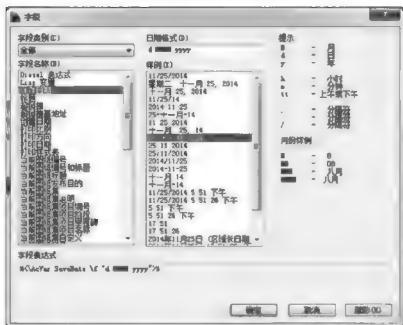

图 5-27
- ① 关闭: 主要作用是删除选中文字的项目符号和编号。
- ② 以字母标记: 主要作用是创建字母列表, 可以使用大写字母或小写字母。
- ③ 以数字标记: 主要作用是创建数字列表。
- ④ 以项目符号标记: 主要作用是创建项目符号列表。
- ⑤ 重新开始: 主要作用是重新开始新的数字(或字母)列表。
- ⑥ 继续: 主要作用是继续数字(或字母)编号。
- ⑦ 允许自动列表: 勾选此项, 如果输入“1”时开始自动数字编号; 如果输入“A”时自动开始字母编号; 如果输入破折号或星号时则自动开始项目符号编号。
- ⑧ 仅使用制表符分隔: 勾选此项, 当用户在一段文字后使用制表位而非空格时才创建列表。此功能是默认为勾选。
- ⑨ 允许项目符号和列表: 勾选此项, 对列表中的各项进行自动数字编号(或字母编号)。
(16)  (插入字段) 按钮: 主要作用是将一个字段插入文字中, 单击该按钮, 弹出图 5-27 所示的【字段】对话框。